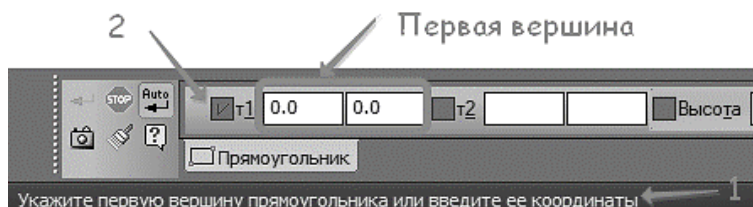

Рис. 93. Построение прямоугольника
**Примечание:** В Строке сообщений отображается запрос системы относительно указания координат первой вершины прямоугольника (1, рис. 93). Построение прямоугольника можно начать с указания на чертеже его первой вершины (первый способ ввода параметров). Обратите внимание на переключатель полей координат первой вершины (2, рис. 93).